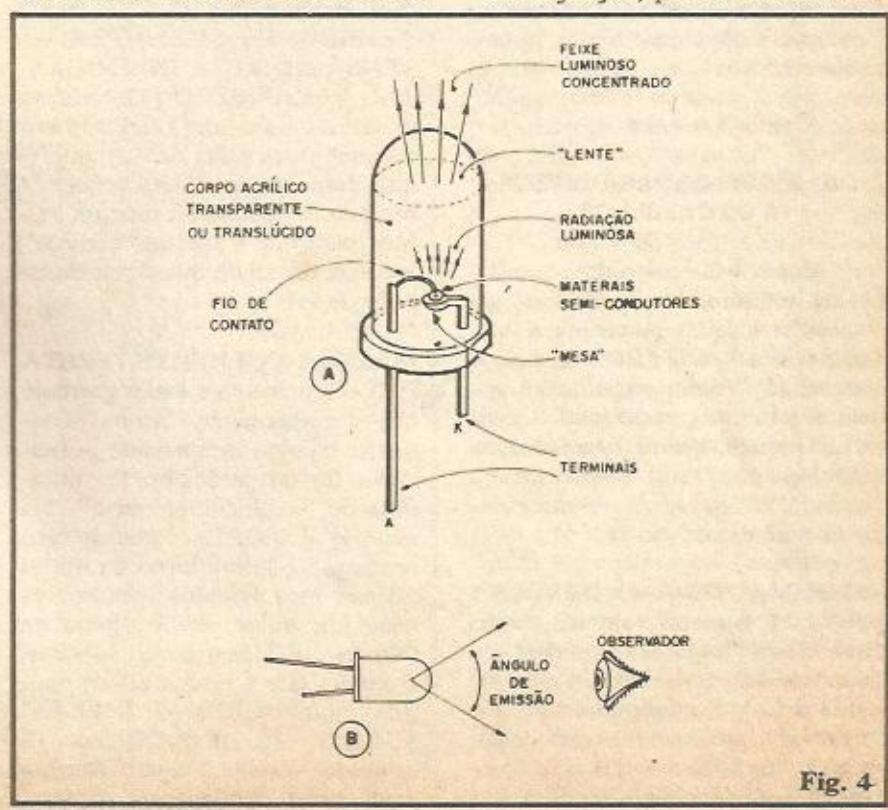

Fig. 4
FIG. 4-A - "Radiografia" de um LED comum, com suas "entradas" vistas de modo que o Leitor/Aluno entenda bem a construção industrial do componente. O encapsulamento é quase sempre feito de acrílico transparente ou translúcido, permitindo a "passagem" da radiação luminosa gerada na junção, para o "mundo ex-
- FIG. 4-B - Um aspecto prático importante: devido ao efeito lenticular e concentrador gerado pelo formato do topo do encapsulamento, embora o rendimento ótico fique otimizado, o ângulo de emissão de luz (pelo menos num LED redondo - que é o nome popularmente dado ao modelo mostrado na figura, e que, ocasionalmente, é o mais comum...) é relativamente estreito. Isso faz com que um observador "lateral" não possa notar a plenitude da luminosidade emitida. Para "ver toda a luz", é necessário postar-se na posição indicada na figura, para o observador...